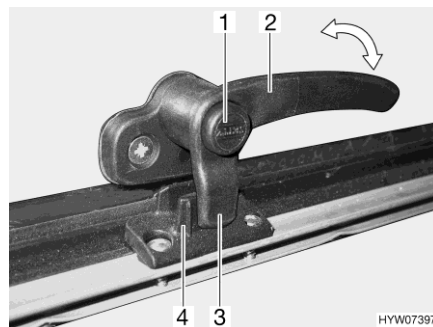
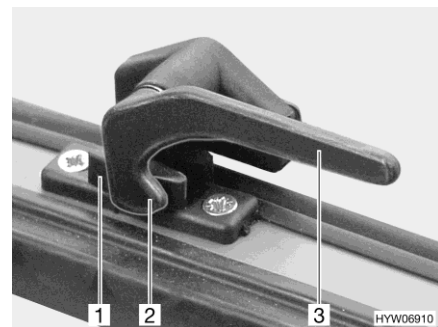

Fig. 113 Levier de verrouillage avec bouton de sécurité en position "Fermé"
Fig. 114 Levier de verrouillage en position "Fermé"
- S'il existe, appuyer sur le bouton de sécurité (Fig. 113,1) et le maintenir enfoncé.
- Tourner tous les leviers de verrouillage (Fig. 113,2 ou Fig. 114,3) d'un quart de tour vers le centre du lanterneau.
- Tourner tous les leviers de verrouillage (Fig. 113,2 ou Fig. 114,3) d'un quart de tour vers le cadre. Le tenon de verrouillage (Fig. 113 ou Fig. 114,2) repose sur le côté intérieur du verrouillage du lanterneau (Fig. 113,4 ou Fig. 114,1).
- En position "Fermé" (Fig. 113 et Fig. 114)